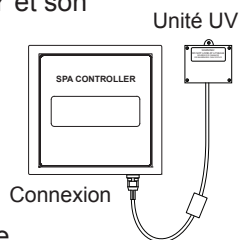

Figure 2
1. Mettez le disjoncteur du spa en position OFF (Arrêt). VIDEZ LE SPA. Débranchez le Système CLEARRAY de la commande, Figure 2.